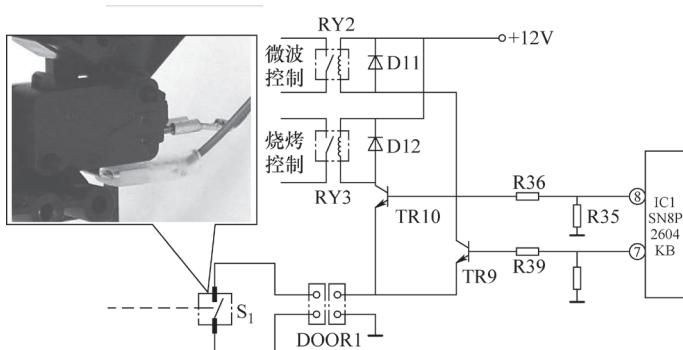

图 5-20 门联锁开关 S₁ 及待机预备控制电路
该机微波和烧烤加热功能是由 IC1(SN8P2604KB)的⑦、⑧脚控制的，只有 IC1 的⑦、⑧脚输出高电平时，微波和烧烤功能才能够进行。但此时的必要条件，必须是 S₁ 导通，将 TR9 和 TR10 的发射极对地接通，如图 5-20 所示。
在图 5-20 中，S₁ 为门控联锁开关，它在炉门关闭时，呈导通状态，并通过 DOOR1，将 TR10 和 TR9 的发射极接地，使 TR10 和 TR9 进入预备状态。在 TR10 和 TR9 处于预备状态时，IC1 的⑦、⑧脚输出的高电平控制信号才有效。